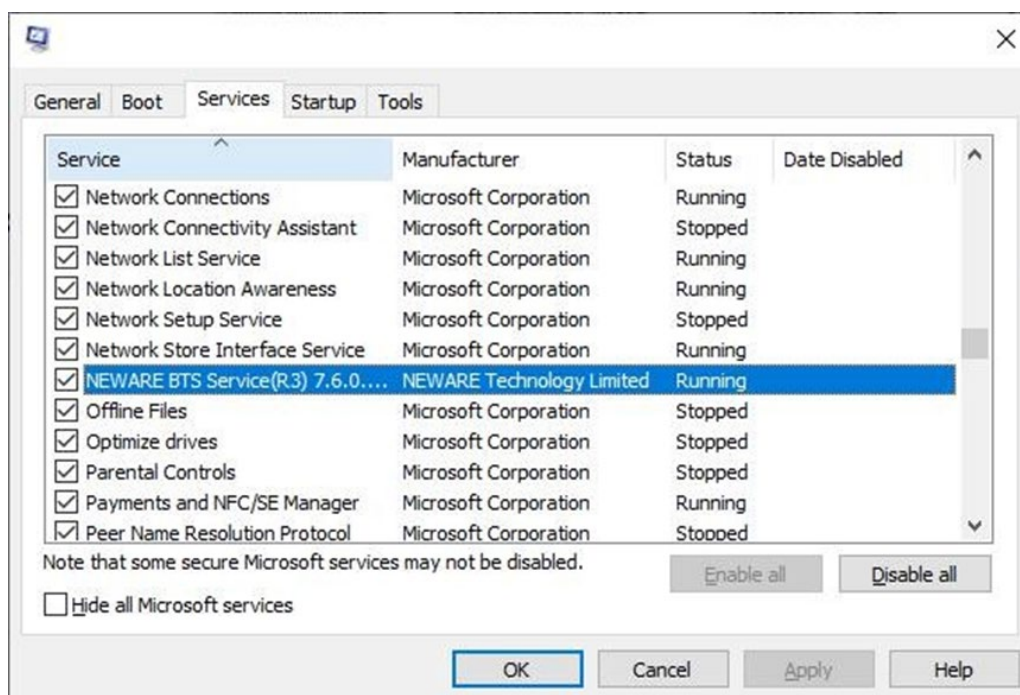

Рисунок 3.9 – Окно настройки сервисов системы
- 2 Откроется утилита «Конфигурация системы». Войдите в закладку «*Сервис*», выберите «*NEWARE BTS Service*», нажмите «*Применить (Apply)*» и перезагрузите компьютер (см. рисунок 3.9).